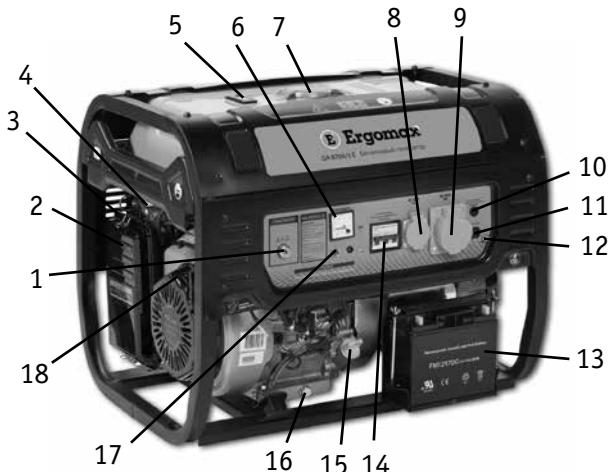

Рис. 1.1
Внешний вид генераторов и расположение элементов управления представлено на **рис. 1.1 и 1.2**.
1. Открутите крышку маслозаправочной горловины (15) (**рис. 1.1**) и вытрите щуп крышки чистой тряпкой (**рис. 2.1**).
Проверьте уровень топлива по шкале уровня топлива (5) (**рис. 1.1**), если уровень топлива низкий, то:
1. Открутите крышку топливного бака (7) (**рис. 1.1**).
ВНИМАНИЕ! Перед пуском двигателя убедитесь, что ни один электроприбор не подключен к генератору, а выключатель выходного напряжения (14) находится в положении «ВЫКЛ» (**рис. 1.1**).
- Потяните на себя рукоятку стартера (18) (**рис. 1.1**), пока не почувствуете натяжение шнура стартера, затем резко дерните рукоятку на себя. Аккуратно верните на прежнюю позицию рукоятку стартера. Повторите несколько раз, пока двигатель не заведется.